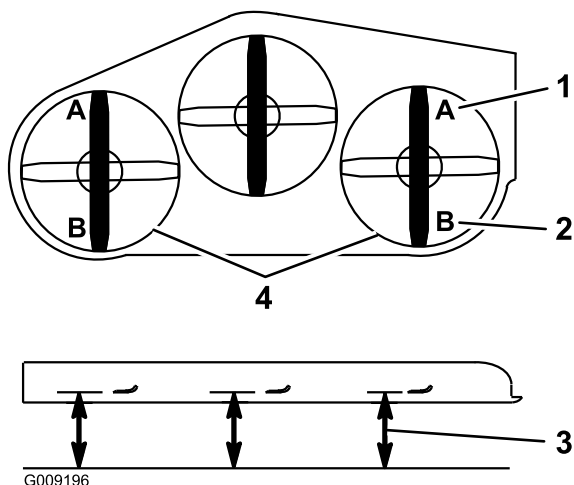

Figure 72
9. De chaque côté du plateau de coupe, mesurez la distance entre la surface plane et la pointe avant de la lame (position A). Il faut obtenir un écart de 7,6 cm (Figure 72).
15. De chaque côté du plateau de coupe, mesurez la distance entre la surface plane et la pointe arrière de la lame (position B). Il faut obtenir un écart de 8,3 cm (Figure 72).